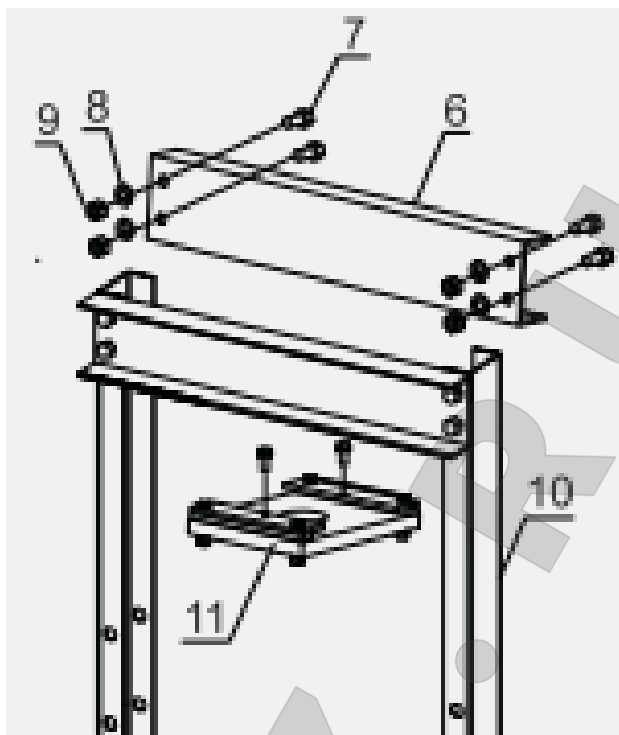

Рисунок 5.
5. Совместите отверстия второй верхней балки (6) с отверстиями в верхних частях опорных стоек (10), соедините их болтами (7) с шайбами (8) и гайками (9). Смонтируйте опорную плиту цилиндра (11). См. Рисунок 5.